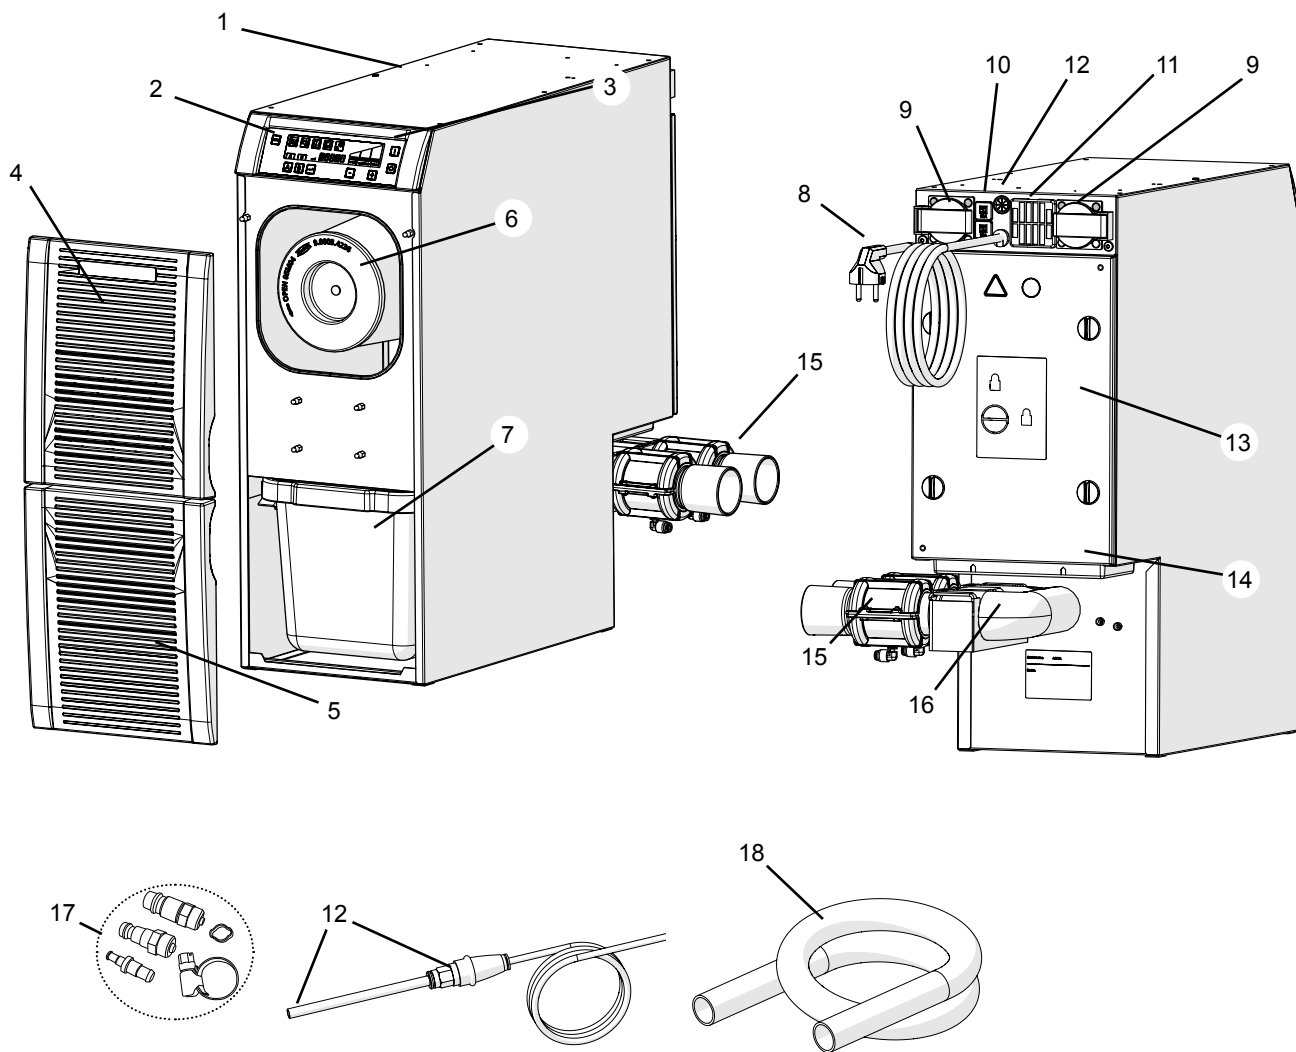

Fig. 1
- L'evacuazione dell'aria di scarico (14, Fig. 1) non sia ostacolata.
⇒ Spegnere l'apparecchio tramite interruttore on / off (3, Fig. 1).
⇒ Scegliere l'innesto adatto dal set di raccordi allegato (17, Fig. 1) e montare sull'estremità del tubo.